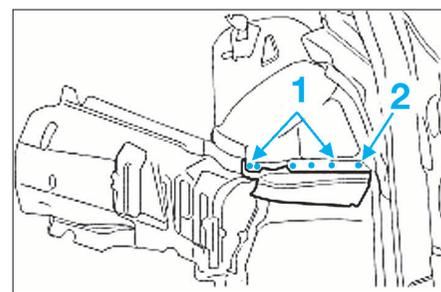

FIG. 19
- Fraiser les points de soudure (1) (une épaisseur de tôle), et (2) (deux épaisseurs de tôles) (Fig.19).